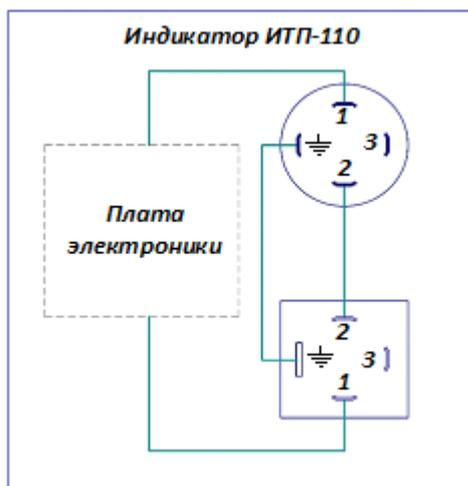

Рис.4. Маркировка контактов соединителей DIN 43650.
9.4 Снимите розетку с датчика и закрепите индикатор ИТП-110 на датчик ДДМ как показано на рис.4.:
9.4 Собрать схему согласно рис.4.